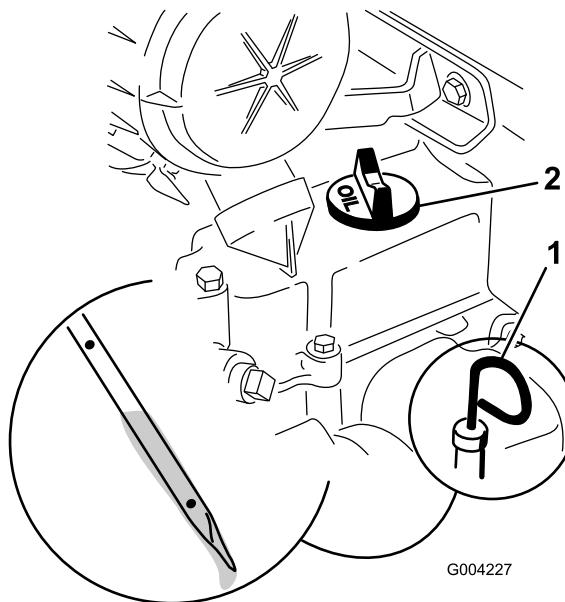

Рисунок 17
4. Очистите область вокруг отверстия для измерительного щупа (Рисунок 17).
5. Вытяните масломерный щуп и вытрите металлический конец начисто (Рисунок 17).
6. Вставьте щуп в масломерную трубку до упора (Рисунок 17).
8. Если уровень масла слишком низкий (ниже отверстия в нижней части), очистите зону вокруг крышки маслозаливной горловины и снимите крышку (Рисунок 17).